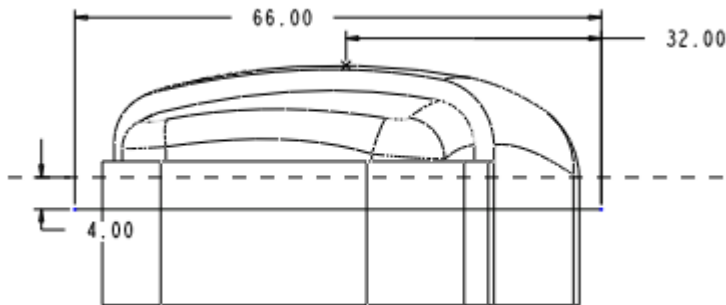

图 42-31
(2) 单击 ，打开【剖面】对话框，选择基准平面 DTM1 为草绘平面，绘制一水平线段，如图 42-31 所示。